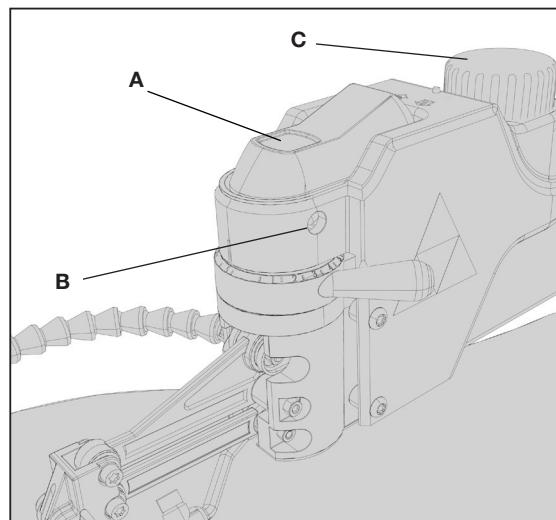

FIG. 8
Para encender la sierra, oprima la parte frontal del interruptor (A) Fig. 8. La sierra queda encendida de manera permanente. Para apagar la sierra, oprima la parte trasera del interruptor (A). La sierra cuenta con un orificio (B) en el interruptor para colocar un candado con una barra de 4,76 mm (3/16 pulg.) de diámetro para impedir el uso no autorizado de la sierra.
Su sierra caladora cuenta con velocidad variable, de 400 a 1750 golpes por minuto. Para operar la característica de velocidad variable, gire la perilla de control de velocidad (C) Fig. 8 cuando la sierra esté en funcionamiento.